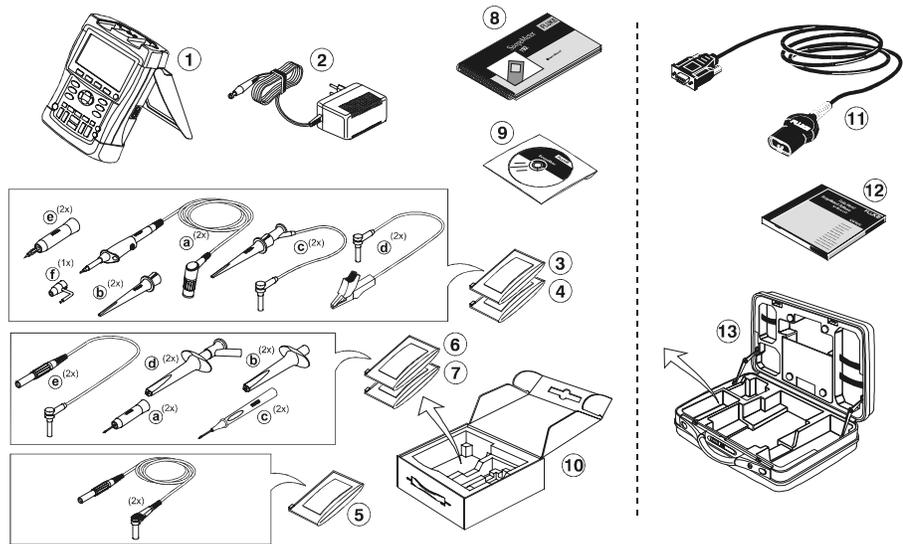

图 1. ScopeMeter 测试仪套件箱
- 不要从地表连接地线 (如图 1, 项目 f) 至峰值高于 **42 伏特 (30 Vrms)** 的电压。